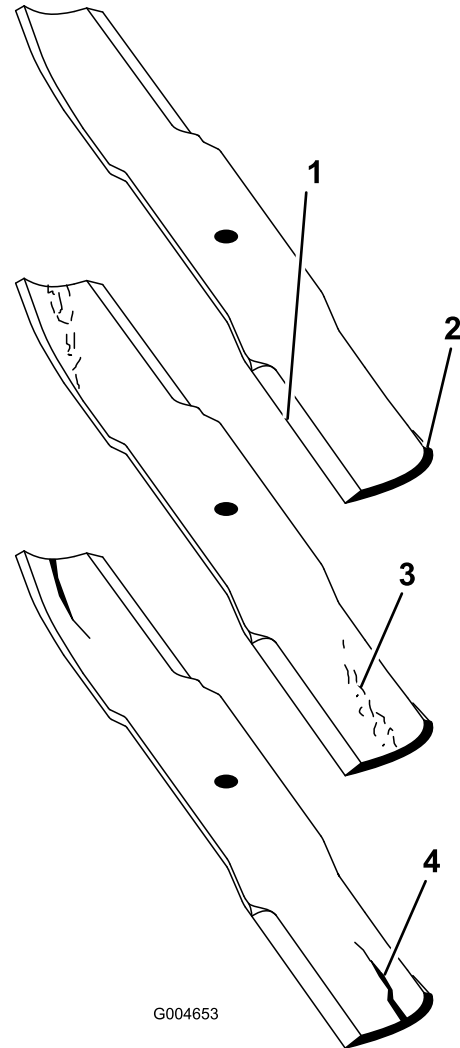

Figure 90
2. Examinez attentivement les tranchants de la lame, particulièrement au point de rencontre de la partie plane et de l'ailette (**Figure 90**).
Remarque: Le sable et les matières abrasives peuvent éroder le métal à cet endroit, c'est pourquoi il est important de contrôler l'état de la lame avant d'utiliser la tondeuse. Remplacez la lame si elle semble usée (**Figure 90**).